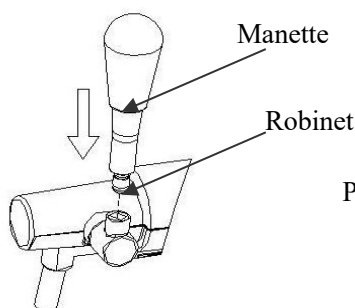

Figure 3
2. Installez la manette sur le robinet et vérifiez que les 2 pièces s'emboîtent parfaitement. (Voir figure 3)